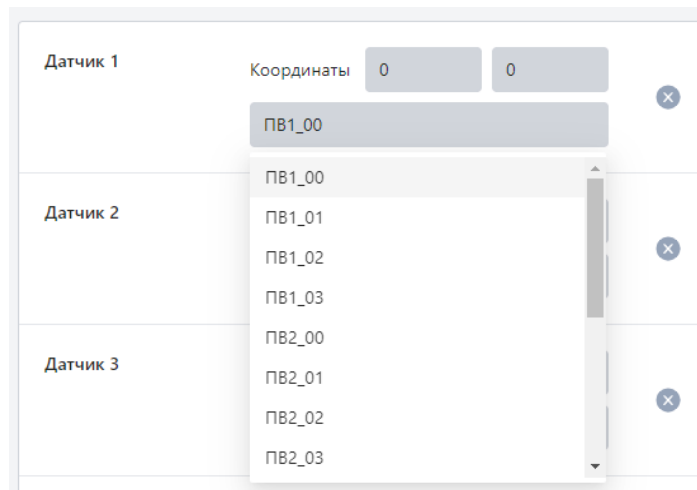

Рисунок 21 – Список доступных каналов
- Конфигурация входов осуществляется через ввод идентификаторов каналов из модуля трансляции данных. При нажатии на текстовое поле откроется список доступных каналов (Рисунок 21).